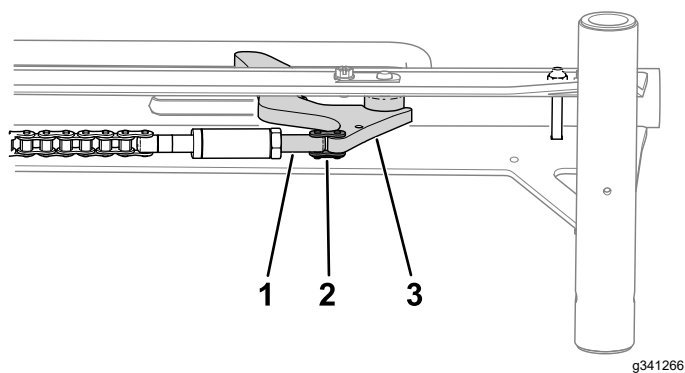

Bild 4
6. Verwenden Sie ein Kettenglied, um das Kettenpannschloss am Radanschlag zu befestigen (Bild 4).